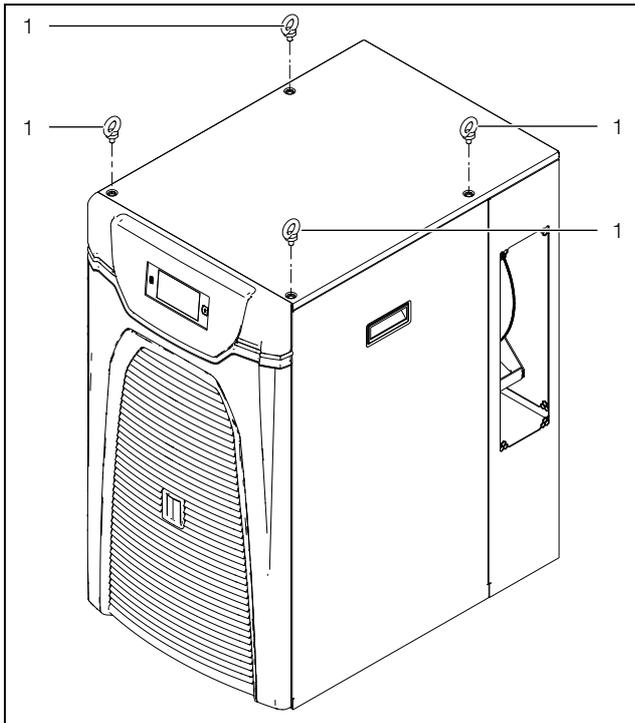

Fig. 24 : anneau de transport (3320200)
- Transporter le refroidisseur d'eau uniquement sur la palette livrée ou à l'aide des anneaux de transport prévus à cet effet (fig. 24, pos. 1).